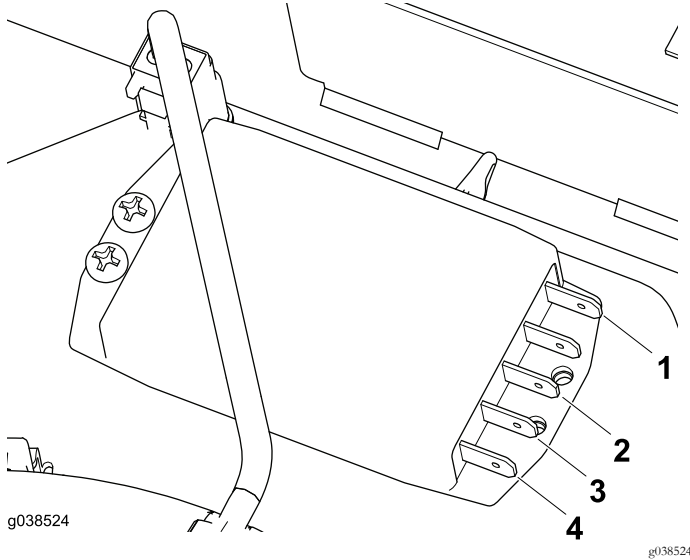

Figura 3
- Conecte el arnés de cables al pack de resistencias (Figura 3).